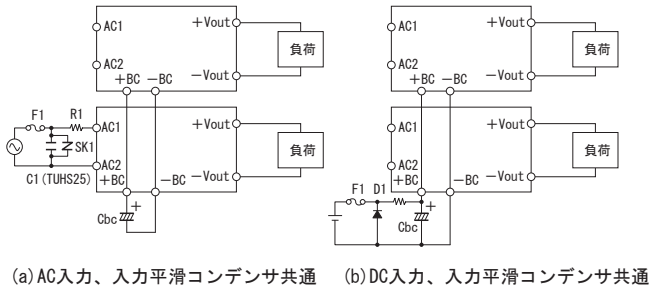

図4.3 TUHSシリーズ接続例
- TUHSシリーズは1つの入力平滑コンデンサを利用し、2台まで動作させることができます。出力例を図4.3に示します。